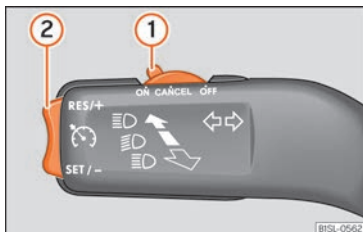

Fig. 140 Sur le levier des clignotants : commandes de fonctionnement du GRA.
- Déplacez la commande »» fig. 140 ① jusqu'à **ON**.
- Appuyez sur le bouton »» fig. 140 ② dans la zone **SET/-**.
- Déplacez la commande »» fig. 140 ① jusqu'à **CANCEL** ou appuyez sur le frein.
- Appuyez sur le bouton »» fig. 140 ② dans la zone **RES/+**.
Lorsque le GRA régule la vitesse, vous pouvez modifier la vitesse mémorisée à l'aide de la touche »» fig. 140 ② :
- Pour augmenter par incrément de 1 km/h (1 mph), appuyez brièvement sur le bouton »» fig. 140 ② dans la zone **RES/+**.
- Pour augmenter la vitesse en continu, maintenez enfoncé le bouton »» fig. 140 ② dans la zone **RES/+**.
- Pour réduire par incrément de 1 km/h (1 mph), appuyez brièvement sur le bouton »» fig. 140 ② dans la zone **SET/-**.
- Pour réduire la vitesse en continu, maintenez enfoncé le bouton »» fig. 140 ② dans la zone **SET/-**.
- Déplacez la commande »» fig. 140 ① sur **OFF**.